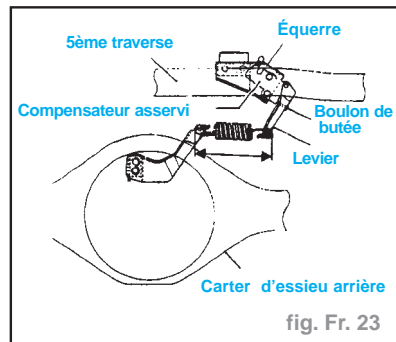

fig. Fr. 23
- Enfoncer progressivement la pédale de frein et raccorder un levier au boulon de butée puis régler la longueur "L" de la façon suivante (fig. Fr. 23) :